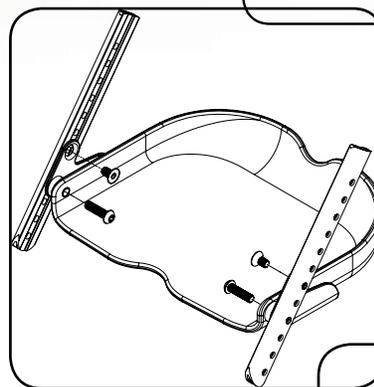

Figure 16
3. Retirez les boulons à tête plate et à tête ronde du côté gauche et du côté droit, consultez la figure 16. Une clé hexagonale 5mm est nécessaire.